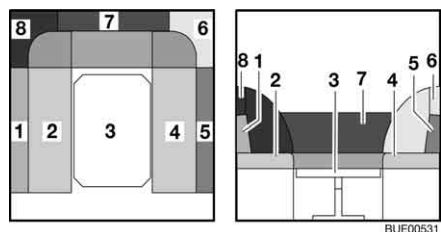

Fig. 92 Durante la trasformazione
- Posizionare i cuscini del divano (Fig. 92,2 e 4) al centro.
- Posizionare i cuscini dello schienale (Fig. 92,1 e 5) tra i cuscini del divano e la parete esterna.
- Rimuovere i cuscini dello schienale (Fig. 92,6, 7 e 8) e riporli.